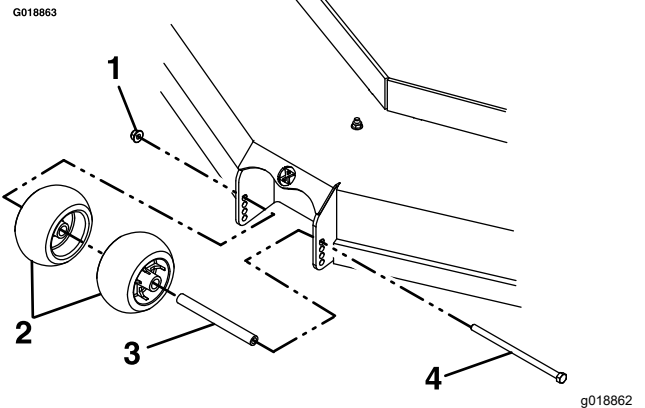

Figura 30
6. Apriete la tuerca nyloc (3/8") a 41 – 47 N·m (30 – 35 pies-libra), como se muestra en la Figura 30.